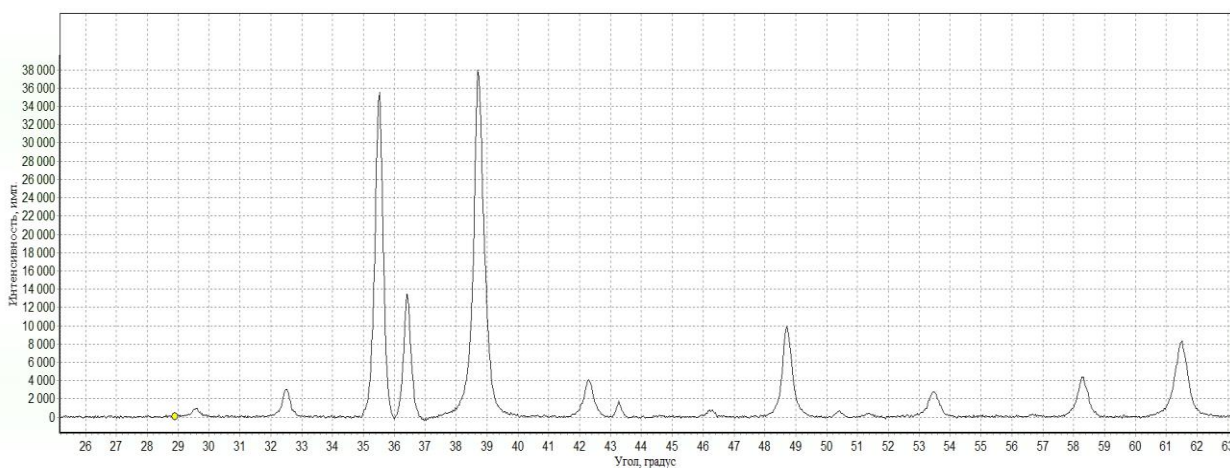

Рис. 2 Рентгеновская дифрактограмма нанокристаллических порошков, включающих Cu и O
2. По рентгеновской дифрактограмме порошка (рис. 2) определить фазовый состав (элементный состав порошка представлен Cu и O, длина волны рентгеновского излучения $\lambda_{K1}=0,154$ нм).
3. По рентгеновской дифрактограмме (рис. 2) определить размер областей когерентного рассеяния по выбранным преподавателем максимумам.